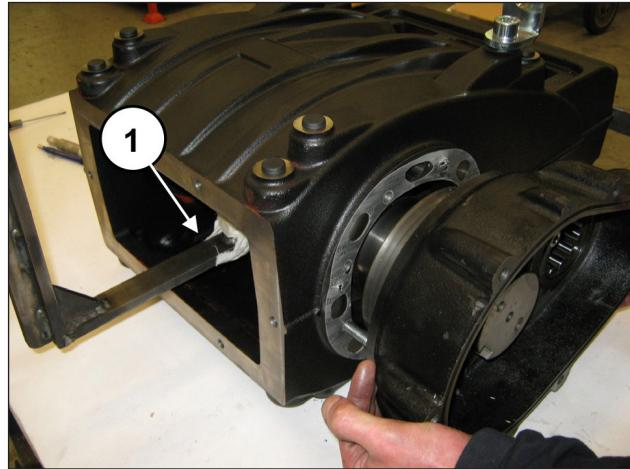

Fig. 25
Providencie a remoção da caixa de sustentação do eixo, para evitar danos (pos. ①, Fig. 25).